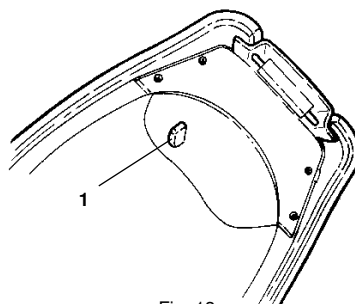

Fig. 13
- De bajo del sillin (baulete portacasco) y en el extremo delantero del sillin (1 - Fig. 13), se encuentra un pequeño compartimento para utensilios (lamparas, fusibles, bujia, etc.).
Sous la selle (porte-casque), on y trouve un coffre outils, qui est accessible en tirant sur la languette (1 - Fig.13) dans lequel ils pourront être mis les outils, ampoules, fusibles, bougies, etc...